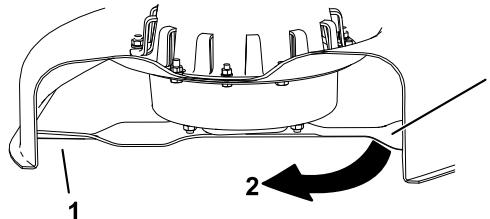

Bild 31
3. Zwischen Messer und Oberfläche gemessener Abstand (A)
4. Drehen Sie dasselbe Messer um 180 Grad, sodass die andere Schnittkante jetzt in derselben Stellung ist (Bild 31).